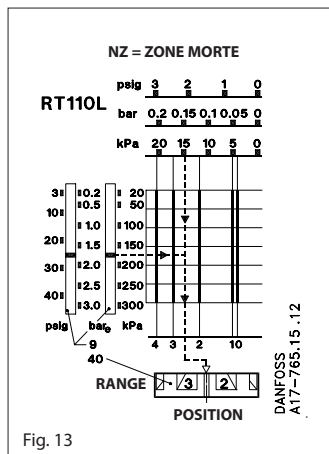

Fig. 13
Intervalle de la grandeur réglée où l'organe de régulation est au repos (voir fig. 13).
Régler la plage à l'aide du bouton (5) fig. 8 tout en observant l'échelle principale (9). La pression de réglage est celle d'ouverture du contact 1-4 (voir fig. 13).
Chercher la zone neutre (diagramme) désirée pour l'appareil dont il s'agit. Ensuite, lire sur l'échelle inférieure la position correcte de la molette de zone neutre (40). La fonction ressort de la fig. 13.